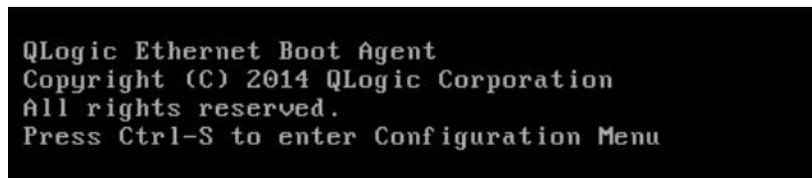

Abbildung 14-1. Öffnen des CCM-Dienstprogramms
1. Öffnen Sie das CCM-Dienstprogramm während des Selbsttests. Drücken Sie auf dem Broadcom NetXtreme Ethernet Boot Agent-Banner (Abbildung 14-1) die Tasten CTRL+S.